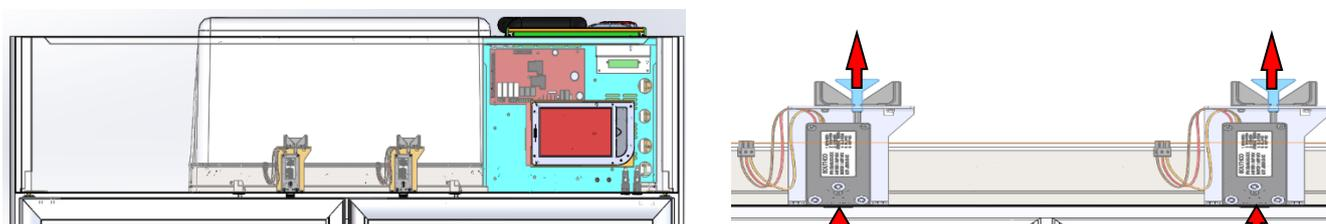

Fig. 29 – position serrure électrique mod. 1500
- **Pour le modèle 1500 :** pour l'ouverture manuelle des portes, il faut accéder en haut du réfrigérateur pour voir les serrures (fig. 29). Les serrures peuvent s'ouvrir sur le haut de l'appareil en tirant le levier de déblocage prévu à cet effet. Ouvrir les portes correspondantes en maintenant individuellement les leviers sous tension.